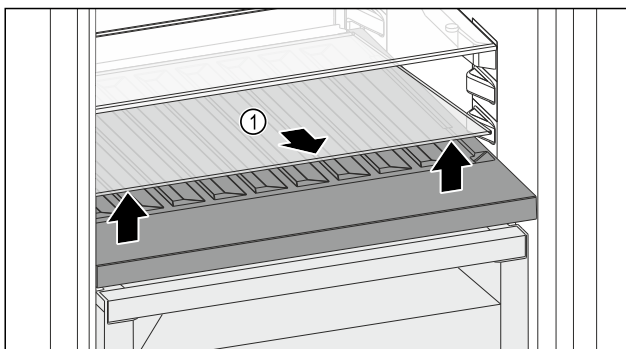

Fig. 205
- ▶ Sollevare il ripiano di vetro Fig. 205 (1) dall'incavo anteriore e rimuoverlo.
- ▶ Conservare il ripiano di vetro Fig. 205 (1) fuori dall'apparecchio in un luogo sicuro.
- ▶ Inserire il ripiano di vetro (2) sotto il vano bottiglie variabile.